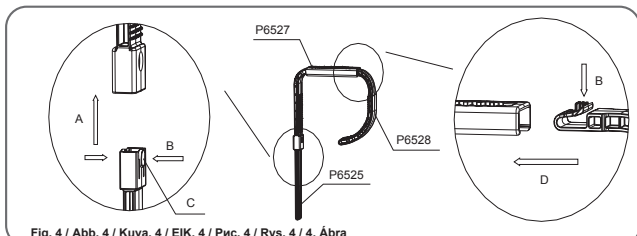

Fig. 4 / Abb. 4 / Kuva. 4 / EIK. 4 / Pvc. 4 / Rys. 4 / 4. Ábra
2. Monte o gancho: passe a haste ajustável (**P6525**) pelo fecho ajustável no gancho (**P6527**). Pode ajustar a abertura do gancho pressionando e deslizando o braço (**P6528**) ao mesmo tempo. (Veja Fig. 4)
2. Monte el gancho: Ponga el palo ajustable (**P6525**) a través de la sujeción ajustable en el gancho (**P6527**). Puede ajustar la apertura del gancho apretando y deslizando el brazo (**P6528**) al mismo tiempo. (Vea Fig. 4)
2. Zusammenbau des Hakens: Stecken Sie die verstellbare Stange (**P6525**) durch den verstellbaren Verschluss am Haken (**P6527**). Sie können die Öffnung des Hakens durch gleichzeitiges Drücken und Schieben des Arms (**P6528**) einstellen. (Siehe Abb. 4)
2. Assembleer de haak: Steek de verstelbare slang (**P6525**) door de regelbare bevestiging op de haak (**P6527**). De opening van de haak kan geregeld worden door tegelijk te drukken op de arm en hem te verschuiven (**P6528**). (Zie Fig. 4)
2. Montare il gancio: far passare l'asta regolabile (P6525) attraverso il fermo sul gancio (P6527). È possibile regolare l'apertura del gancio premendo e facendo scorrere il braccio (P6528) allo stesso tempo. (Vedere Fig. 4)
2. Montez le crochet: Mettez le manche réglable (P6525) à l'aide de l'attache réglable sur le crochet (P6527). Vous pouvez régler l'ouverture du crochet en appuyant et en faisant glisser le bras (P6528) en même temps. (Voir Fig. 4)
2. Соберите кронштейн: вставьте регулируемый шест (P6525) в регулируемое крепление кронштейна (P6527). Раскрытие кронштейна можно изменить одновременным нажатием и сдвигом рычага (P6528). (См. Рис. 4)
2. Zamontuj hak: przełóż regulowany słupek (P6525) przez regulowany element złączny znajdujący się na haku (P6527). Możesz regulować otwór na haku jednocześnie naciskając i przesuując uchwyty (P6528). (Patrz Rys. 4)
2. Montera haken: för det justerbara skaffet (P6525) genom det justerbara fästet på haken (P6527). Du kan justera hakens öppning genom att på samma gång trycka samman och dra armarna (P6528). (Se Fig. 4)